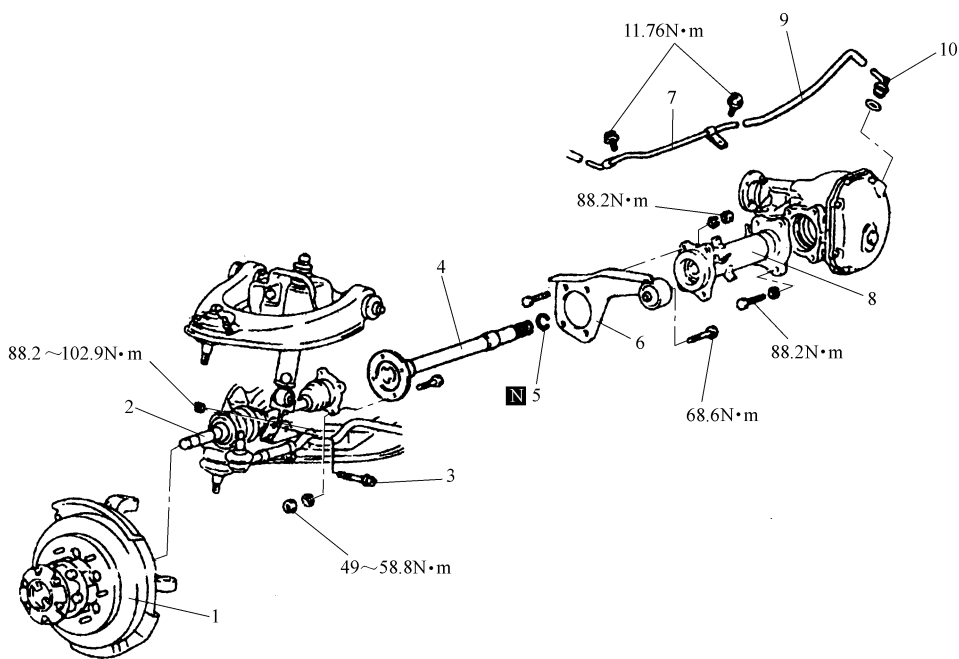
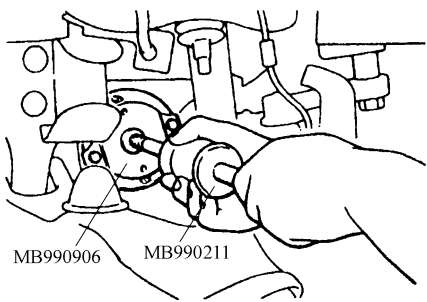

图 4-28 内轴的拆卸顺序
图 4-29 内轴专用工具的使用
8) 内轴的拆卸如图 4-28 所示。各部件与总成的拆卸见各自的拆卸说明。内轴专用工具的使用如图 4-29 所示。用专用工具接到内轴的凸缘上把内轴从前差速器承载器中拉出, 注意不得碰伤差速器的油封。